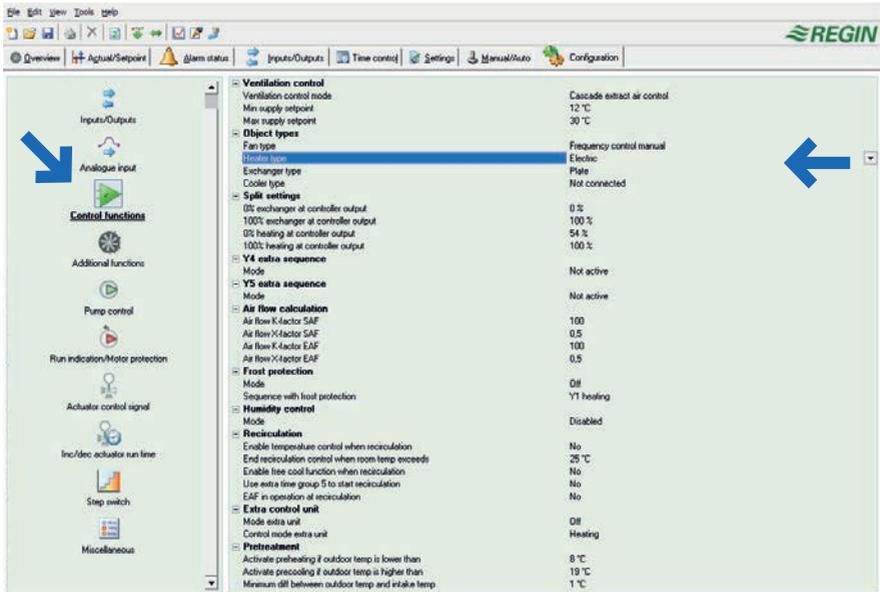

Figura 11
1. Haz clic en las  "Control functions", como se muestra en la parte izquierda de la pantalla en Figura 11. En la parte derecha de la pantalla aparece el menú "Funciones de las reglas".